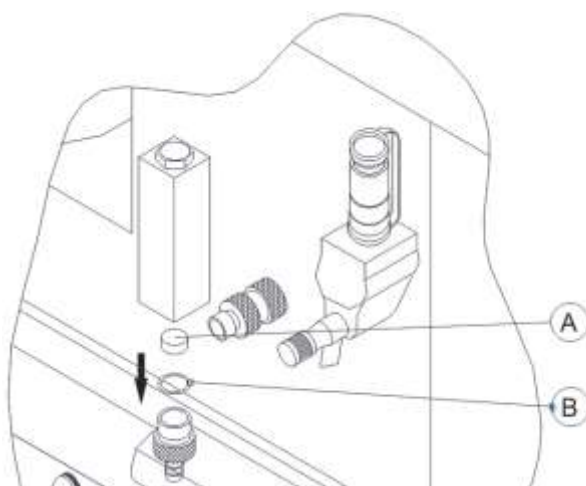

Figura 184 – Substituição do filtro de ar – válvula limitadora
Para substituir o filtro de ar (A), desrosquear o bico de entrada da válvula até o final do curso retire o anel de vedação de borracha (B). Troque o filtro de ar e retorne-o na posição original, conforme a figura 184.